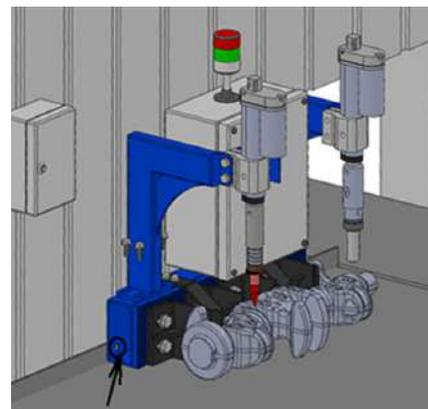

Рис. 4
5.2 Монтаж установки в цеху производить при помощи болтов крепления М12х40. Предварительно просверлив в столе, на который будет установлена установка, отверстия диаметром 13 мм. Крепежные отверстия указаны на **Рис. 4, 5**.